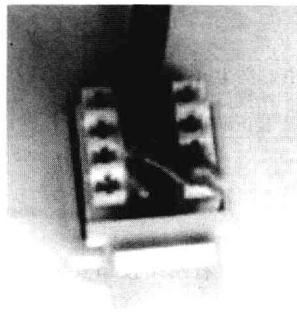

图 1-16 将网线放入空缺中
① 先通过综合布线把网线固定在墙面线槽中，将制作模块一端的网线从底盒“穿线孔”中穿出。在引出端用专用剥线工具（前面已有介绍）剥除一段3cm左右的网线外包皮，注意不要损伤内部的8条芯线。
② 把剥除了外包皮的网线放入到信息模块中间的空位置，如图1-16所示。